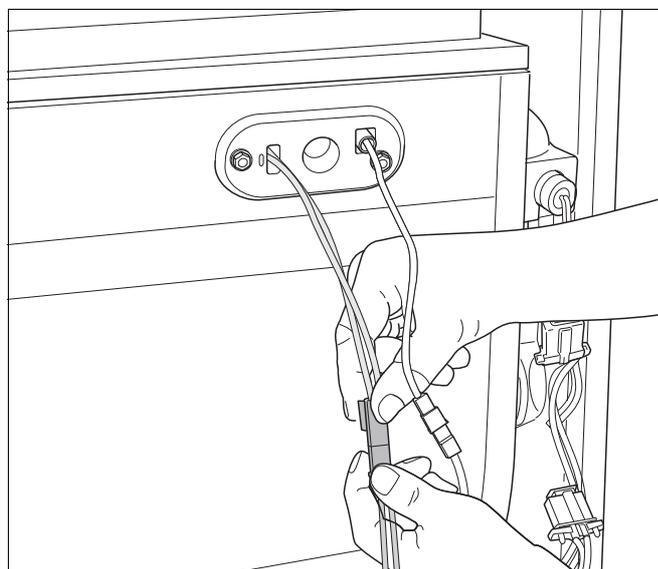
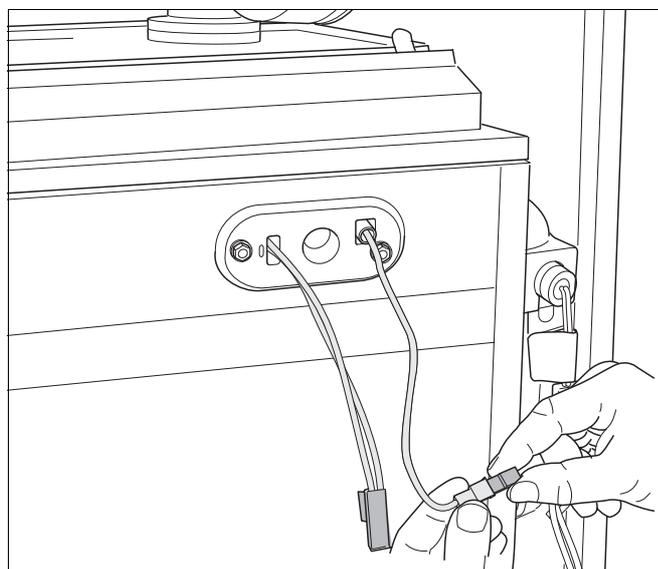

Fig. 106 Staccare la spina del dispositivo di accensione ad incandescenza
Fig. 107 Staccare la spina dell'elettrodo di ionizzazione
- Staccare la spina del dispositivo di accensione a incandescenza (fig. 106) e dell'elettrodo di ionizzazione (fig. 107).